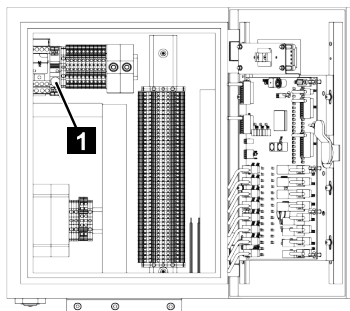

Fig. 191
3. Remplacer le fusible défectueux (Fig.191/1) par un fusible neuf du même type. L'attribution exacte est indiquée sur le plan de câblage (↳ Chapitre 11.1 „Plan électrique”, page 205).